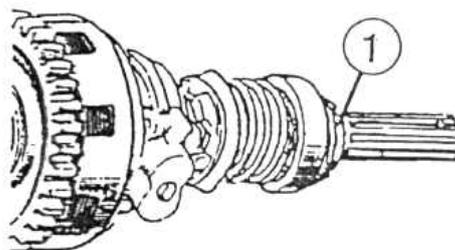

Рисунок 5.61
1) гайку (1) (рисунок 5.61) затяните динамометрическим ключом моментом 80...100 Н м (8...10 кгс м) и раскерните в пазы вала;